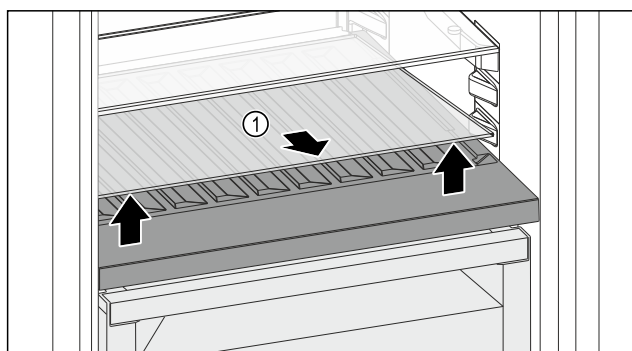

Fig. 96
- ▶ Løft glaspladen Fig. 96 (1) i udsparringen foran, og tag den ud.
- ▶ Opbevar glaspladen Fig. 96 (1) forsvarligt uden for enheden.